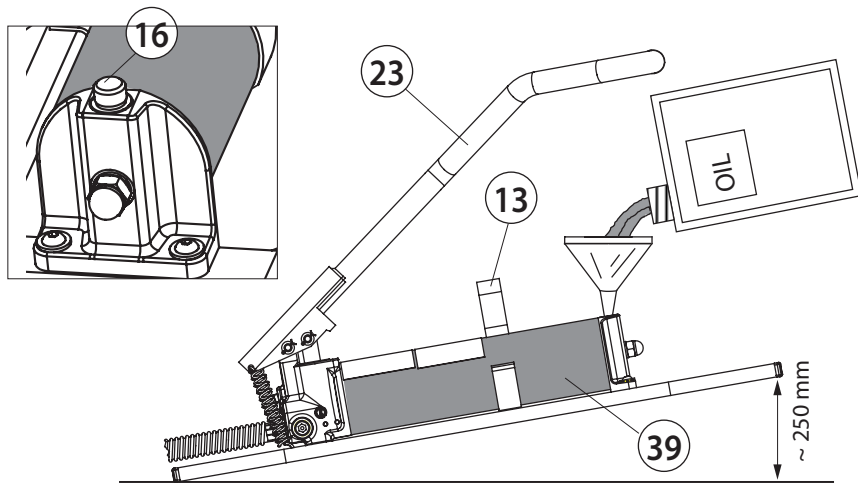

FIG. 3 RABBOCCO OLIO
6. MANUTENZIONE (Rif. a Fig. 3 e 4)
6.1) Rabbocco dell'olio (Rif. a Fig. 3)
- Liberare il pedale (23) dalla molla di aggancio (13) rendendo accessibile il tappo carico olio (16).
- Avvitare il tappo (16) e serrarlo a fondo.